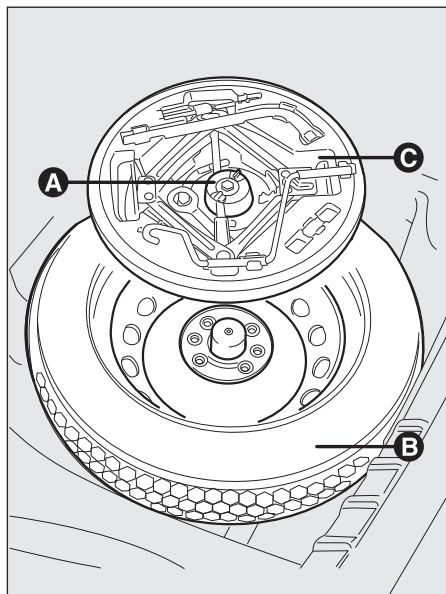

fig. 145
- ☐ dévisser le dispositif de blocage A-fig. 145 ;